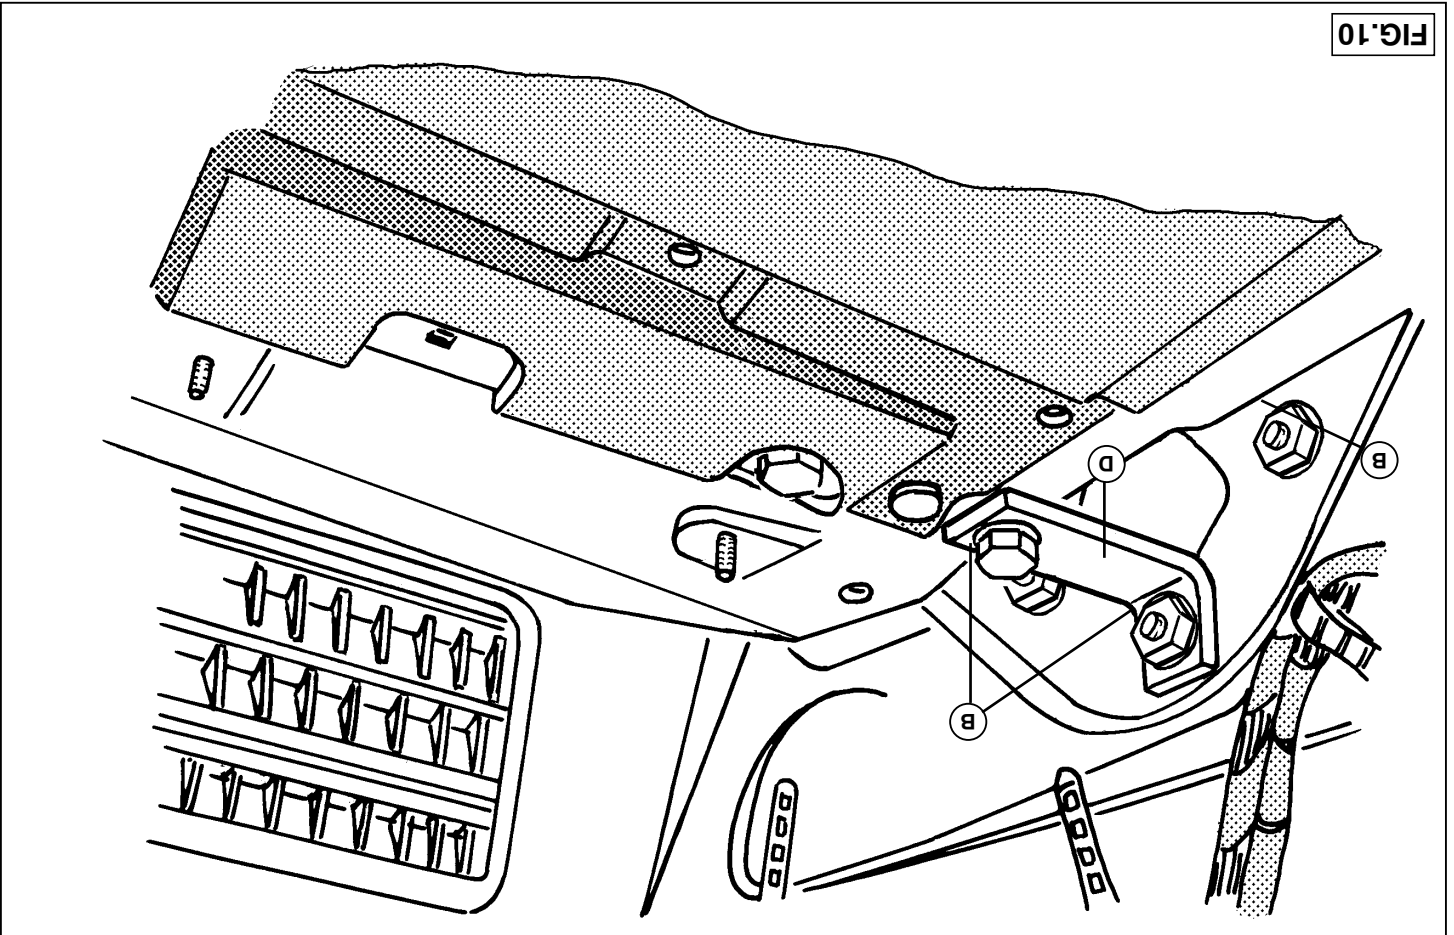

FIG. 10
3. Place the tow bar as shown in fig.9 in the lightweight metal frame and fasten it at the shock absorber points using the original attaching accessories. Put the entire construction onto the bumper and replace (if fitted) the heat shield. Attach the ball hitch with socket plate using two M12x75/31.2 bolts with flat washers and self-locking nuts. Tighten the ball hitch nuts to the values given in the table. Attach the bumper with tow bar at points B as in fig.10 using six self-locking M10 nuts with flat washers. Tighten all nuts and bolts to the values shown in the table and replace the parts indicated in fig.1.
Die Kugelstange inklusive Steckerplatte anlegen und mit zwei M12x75/31,2-Schrauben einschließlich Unterlegscheiben und selbst-schermenden Muttern befestigen. Die Kugelbefestigungsschrauben gemäß den Angaben in der Tabelle festdrehen. Die Stoßstange einschließlich Kupplungskugel mit Halterung anlegen und gemäß Fig. 10 bei den Punkten B mit sechs selbstschermenden M10-Muttern inklusive Unterlegscheiben befestigen. Alle Schrauben und Muttern gemäß den Angaben in der Tabelle fest-drehen und die in Fig. 1 angegebenen Teile wieder anbringen.
3. Placera dragkroken i lättmetallramen "enligt fig. 9" och sätt fast den på stötdämparnas fästpunkter med det originella monteringsmaterialet. Placera det hela i stötfångaren och sätt tillbaka, om monterad, värmeskölden. Placera kulstängen inklusive kontakthållare och fäst den med två skruvar M12x75/31.2 inklusive planbrickor och självlåsande muttrar. Momentdrag kulans fästsruvar enligt tabellen. Placera stötfångaren inklusive dragkroken och montera den med sex självlåsande muttrar M10 inklusive planbrickor på punkterna B. Se fig. 10. Momentdrag samtliga skruvar och muttrar enligt tabellen och sätt tillbaka de i fig. 1
3. Anbring anhängertækket i rammen av lättmetall ifølge fig. 9 og monter denne med det tidligere anvendte montagemateriale på det sted, hvor støddæmperne var placeret. Anbring helheden i kofangeren og sæt, om monteret, varmeskjoldet på plads igen. Placer kuglestangen inklusiv dækpladen til stikdåsen og monter denne med to bolte M12X75/31,2 inklusiv planskiver og selvslæsende møtrikker. Spænd kuglestangens bolte ifølge tabellen. Anbring kofangeren inklusiv anhängertækket og monter - ifølge fig. 10 - helheden ved punkterne B med seks selvslæ-